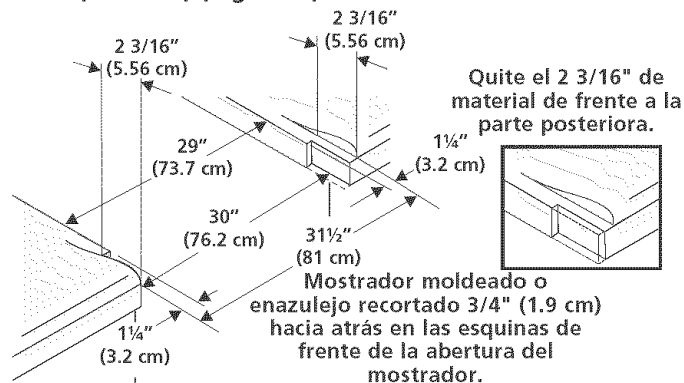

Figura 3
- Para la **Anchura existente del Recorte de el 29" (73.7 cm)** (Figura 3):